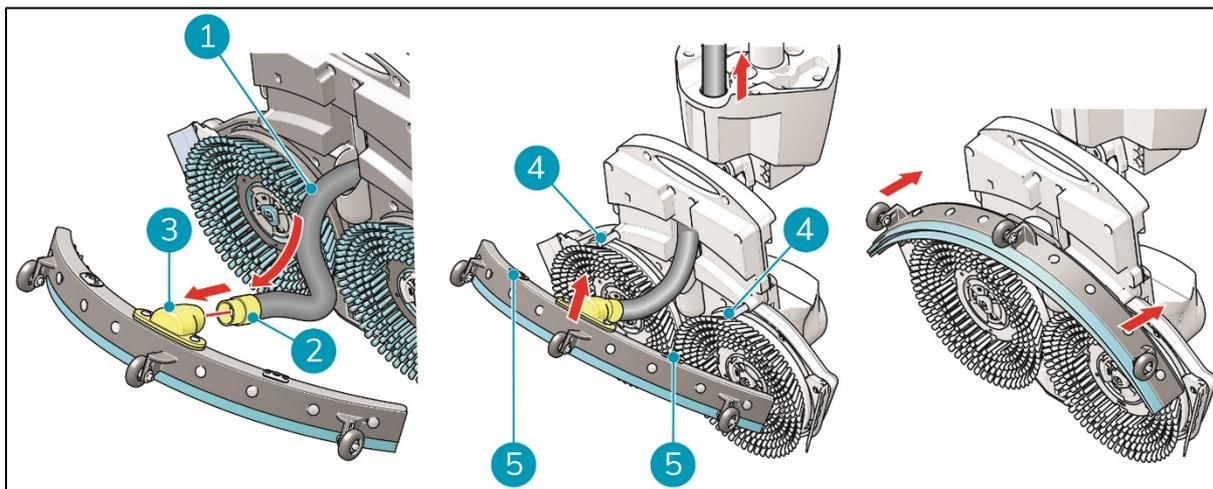

Abbildung 27
1. Greifen Sie den Saugschlauch (Figure 27, Pos. 1).
2. Führen Sie den Schlauchanschluss (Figure 27, Pos. 2) in die vorgesehene Öffnung der Abziehblattbaugruppe (Figure 27, Pos. 3) ein.
3. Drehen Sie den Schlauchanschluss zum Fixieren um eine Vierteldrehung (Figure 27, Pos. 2).
6. Richten Sie die Stifte am Bürstendeck (Figure 27, Pos. 4) an den Löchern in der Abziehblattbaugruppe aus (Figure 27, Pos. 5).